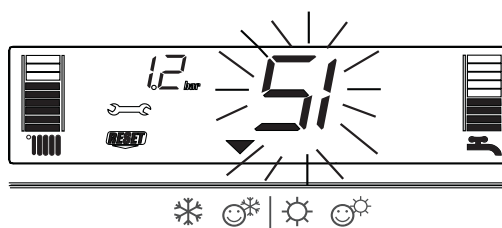

Fig. 4.27
3) Visualizzazione delle icone e (fig. 4.27)